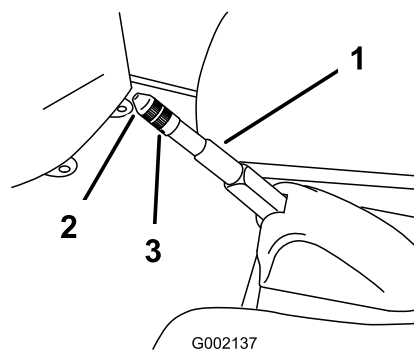

Figura 45
2. Desaperte o parafuso de afinação que fixa o manípulo à alavanca do travão de mão (Figura 45).